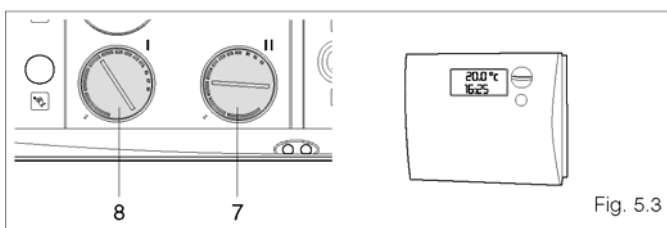

Fig. 5.3
- Установите термостаты котла (7) и (8) на минимум
- Установите термостат температуры в помещении на значение приблизительно 10°C или запустите программу защиты от замерзания (рисунок 5.3).